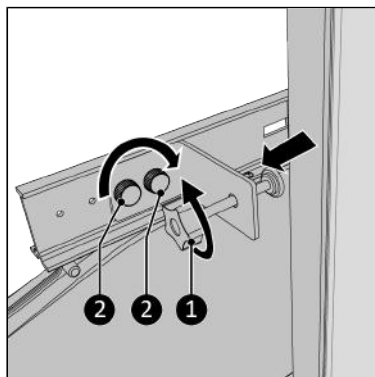

Figure 177.
13. Resserrez complètement la vis de fixation (Figure 177, pos. 1).
15. Vissez le support de fixation sur le rail principal au moyen des deux vis à bouton (Figure 177, pos. 2).